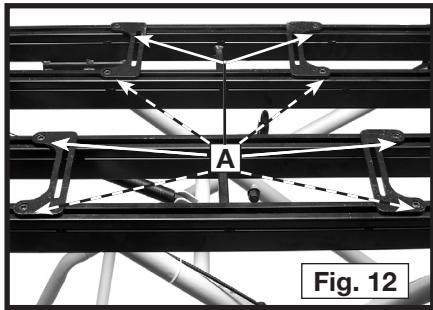

Fig. 12
- Desserrez, mais ne retirez pas, les écrous à six pans sur chacune des bases des connecteurs amovibles (éléments A de la figure 12).
- Serrez fermement les écrous à oreilles (éléments A de la figure 13) et les écrous à six pans sur les connecteurs (éléments A de la figure 12).